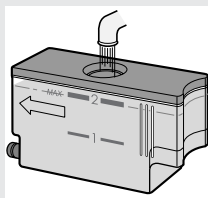

Figure 2
3. Remplissez le réservoir avec de l'eau du robinet fraîche et froide à travers le couvercle jusqu'à la marque 2 à chaque fois que vous commencez à cuisiner (Figure 2). Ne pas remplir le réservoir plus haut que la marque 2.